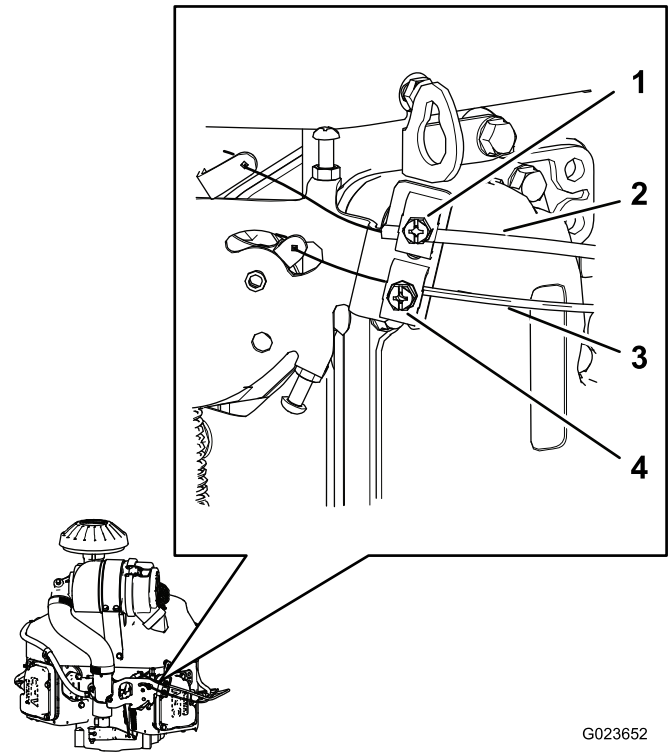

Figura 65
2. Allentate la vite del serrafilo che fissa la sede del cavo dell'acceleratore al motore (Figura 65).
4. Sollevate la sede del cavo dell'acceleratore (Figura 65) in modo da eliminare quasi completamente l'imbando del cavo dell'acceleratore, quindi serrate la vite del serrafilo.
2. Allentate la vite del serrafilo che fissa la sede del cavo dello starter al motore (Figura 65).
5. Sollevate la sede del cavo dello starter (Figura 65) in modo da eliminare quasi completamente l'imbandito del cavo dell'acceleratore, quindi serrate la vite del serrafilo.